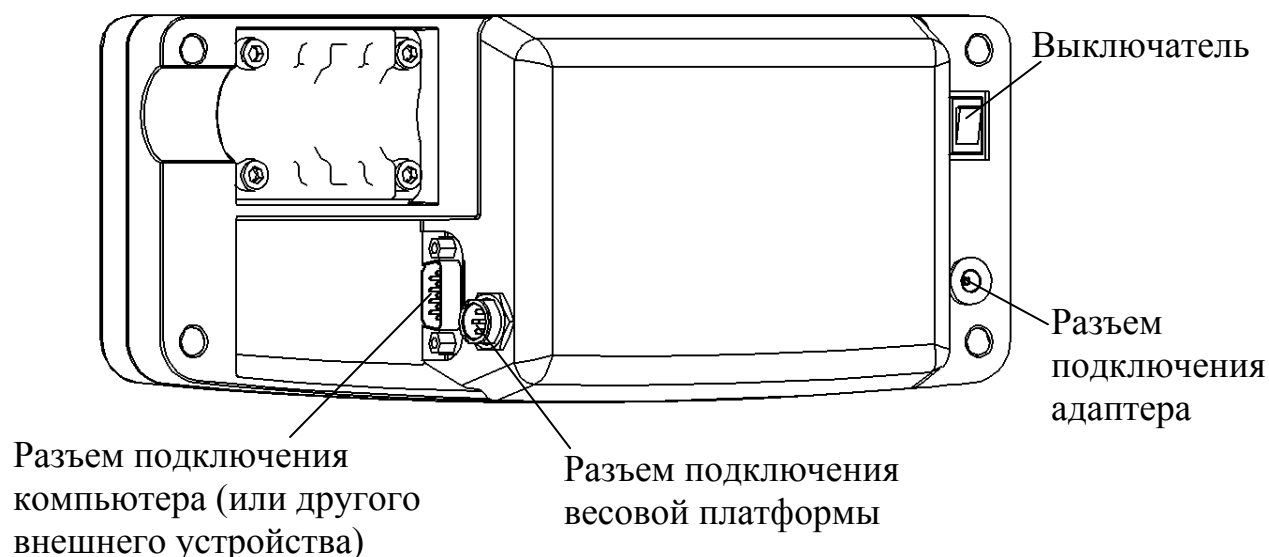

Рисунок 5.3 - Устройство индикации
- подсоединить разъем весовой платформы к устройству индикации (рисунок 5.3);